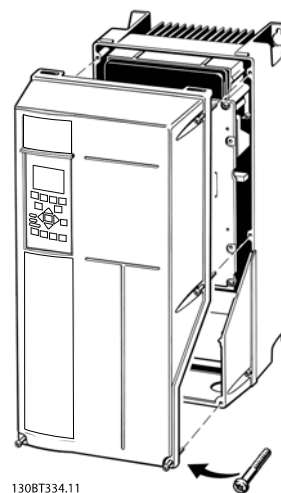

Abbildung 3.10 Zugang zu den Steuerklemmen bei Gehäusen mit Schutzart IP55 und IP66
- Entfernen Sie alternativ die Frontabdeckung durch Lösen der Befestigungsschrauben. Siehe *Abbildung 3.10*.